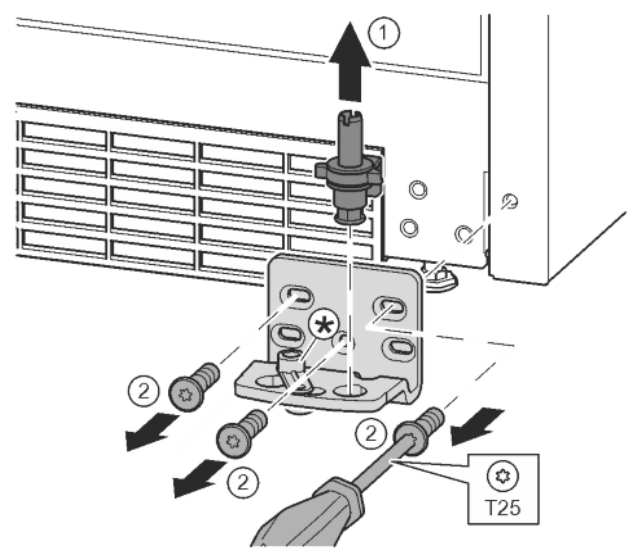

Fig. 16
- ▶ A teljes csapszeget felfelé húzza ki. *Fig. 16 (1)*
- ▶ A T25 csavarhúzóval tekerje ki a csavarokat, és vegye le az csapágybakot. *Fig. 16 (2)*